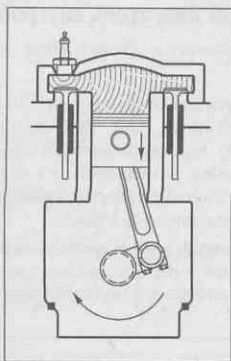

Рис. 6.16. Рабочий такт
3. **Рабочий такт.** Между электродами свечи проходит электрическая искра (рис. 6.16), которая воспламеняет сжатую смесь. Затем горячая смесь взрывается, создавая сильное давление, перемещающее поршень *вниз*. Сила, опускающая поршень, передается по шатуну на коленчатый вал. Затем она по **трансмиссии** — через сцепление, коробку передач, карданный вал, дифференциал и т.д. — направляется к колесам. (Краткий обзор этого процесса приведен в главе 4 “Раскрываем тайны вашей машины”.)